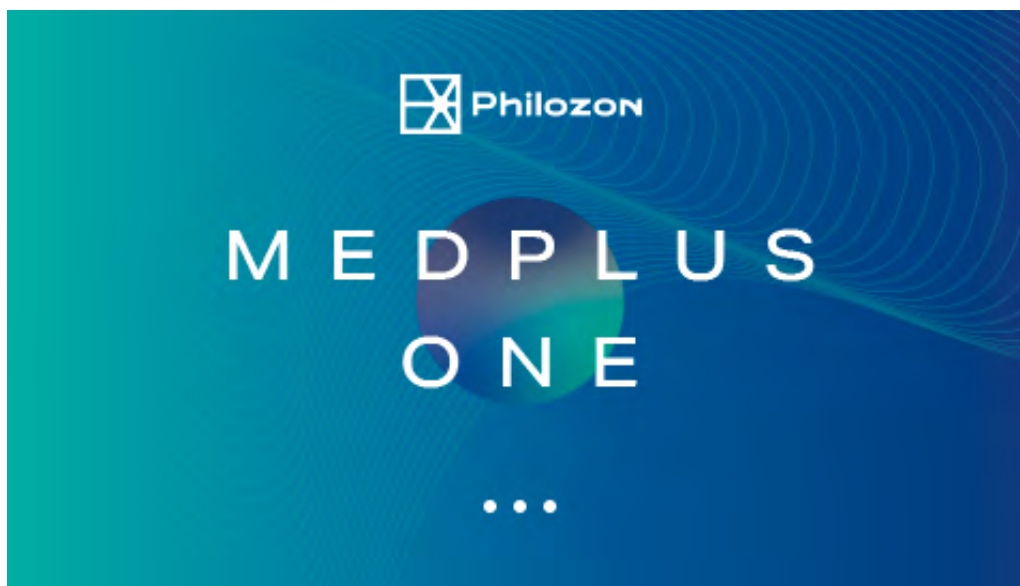

Figura 10 - Tela de inicialização
b) Ligue a chave Liga/Desliga (ver item 5 na Figura 6): após alguns segundos, o display se acenderá, inicializando o equipamento conforme Figura 10.